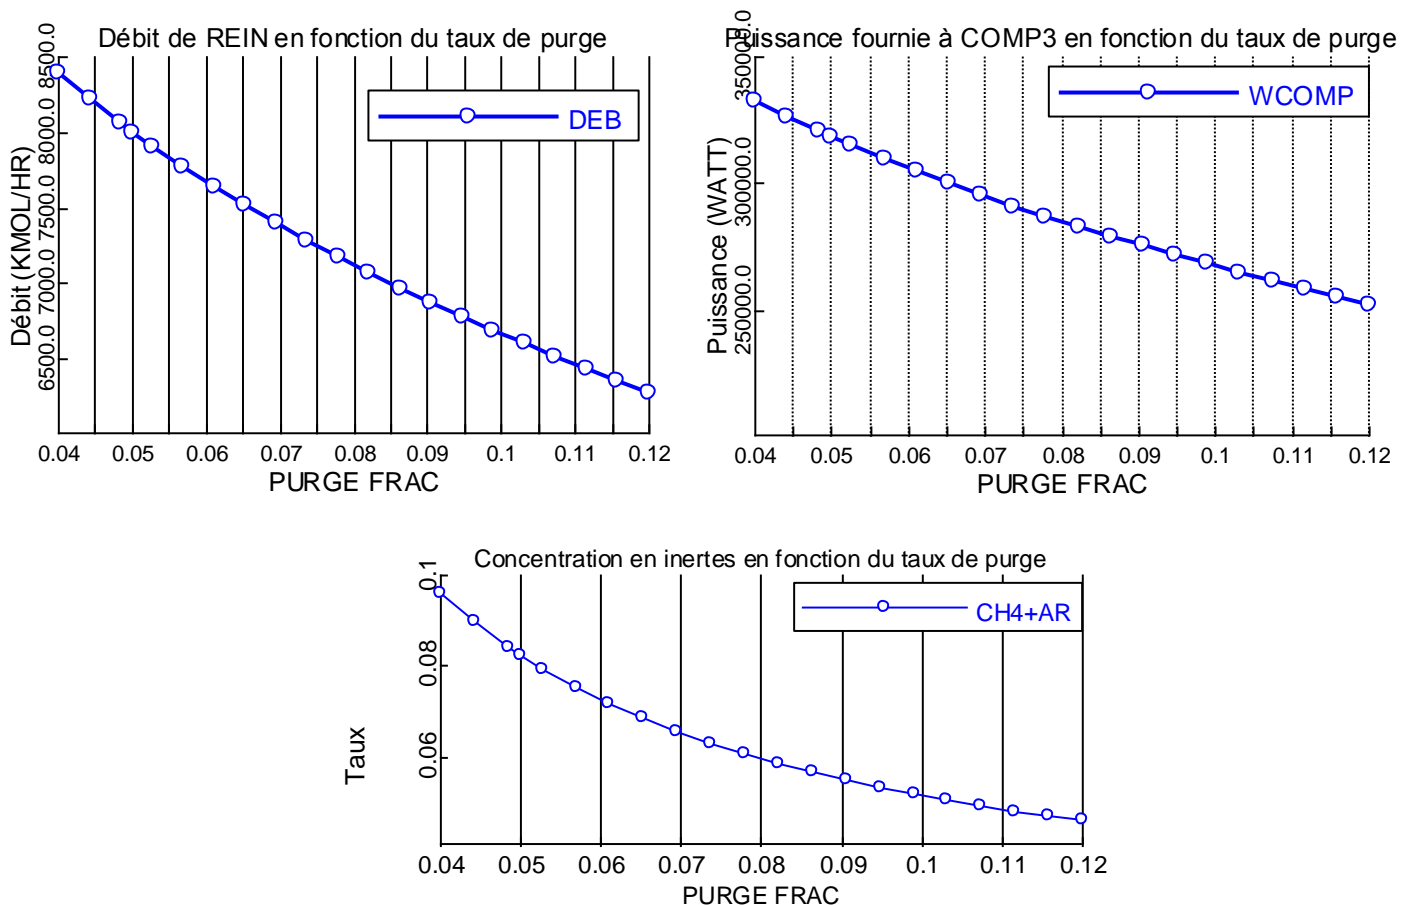

Figure 11 : Evolution de différents paramètres en fonction du taux de purge
7. Discutez des résultats présentés à la question 1 : sont-ils en accord avec les graphiques de la figure 11 présentés dans l'introduction (vous n'avez pas besoin de refaire l'étude paramétrique)?